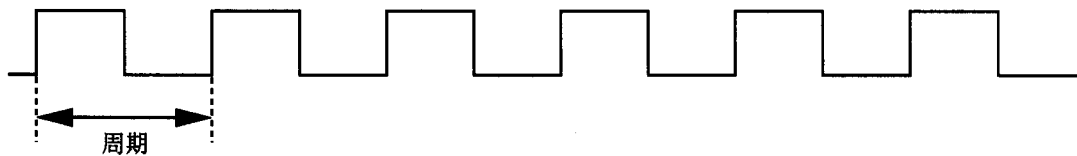

図1 ウォッチドッグタイマによるパルス出力
- (1) ウォッチドッグタイマを用いて図1のようなパルスを出力します。
(2) 20MHz動作時、パルスの周期は20.48ms、デューティは50%です。